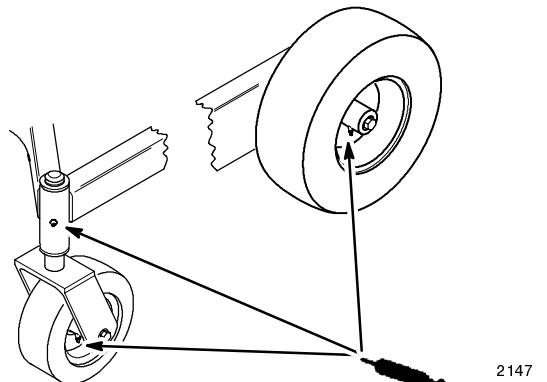

Abbildung 25
1. Radlager und vordere Radzapfen schmieren, bis Schmiermittel aus den Lagern auszutreten beginnt (Abb. 25).